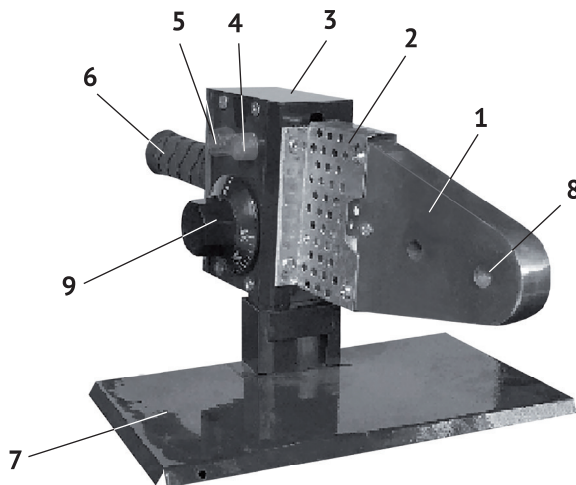

рис. 1
1.8 Общий вид представлен на рис. 1
1.9 В металлическом корпусе (рис.1 поз.3) расположены термостат и разводка проводов подключения нагревательного элемента и индикаторов. Между радиатором (рис.1 поз.2) и корпусом расположена текстолитовая прокладка, предохраняющая корпус от нагрева. Поворотом ручки термостата (рис.1 поз.9) по часовой стрелке аппарат включается (с характерным щелчком) и выставляет нужная для сварки температура. Термостат поддерживает (в интервале от 0 до 300 °С) выставленную температуру в автоматическом режиме.
3.2 Выберите из набора парные насадки, подходящие по размеру свариваемой трубе и фитингу и закрепите их в отверстиях (рис.1 поз.8) на нагревательном элементе. Поверхность тефлоновых насадок должна быть чистой.
4.1 Включите аппарат в сеть. При подключении высветится индикатор (рис.1 поз.4) зелёным цветом, информирующий о включении.
4.2 Повернув по часовой стрелке ручку термостата (рис.1 поз.9) включите аппарат и установите (по шкале) необходимую температуру, указанную изготовителем труб. При этом высветится красным цветом индикатор нагрева (рис.1 поз.5).
4.3 Для достижения установленной термостатом температуры нагревательного элемента (рис.1 поз.1) и насадок требуется некоторое время. При достижении рабочей температуры, индикатор (рис.1 поз.5) погас, можно приступать к сварке.
Корректировку температуры производите установкой рукоятки термостата (рис.1 поз.9).